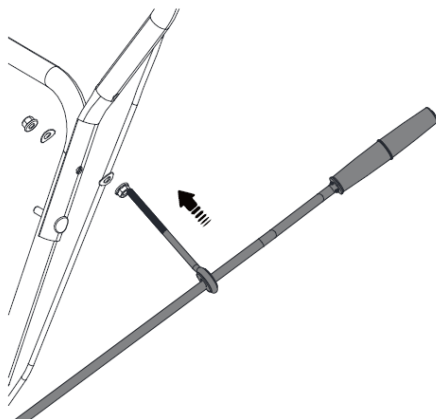

Рис. 9
2. Закрепите направляющий рычаг на верхней части ручки (с левой стороны), вставив в отверстие болт М8 и зафиксировав двумя гайками с шайбами (рис. 9)